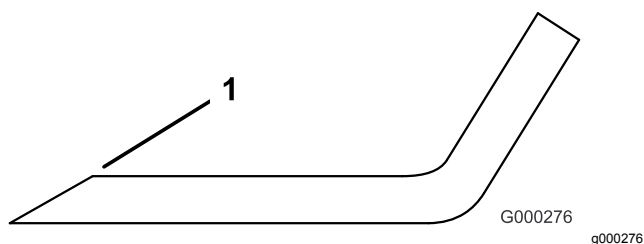

Figura 119
3. Inspeccione as extremidades de corte de todas as lâminas e afie-as se apresentarem sinais de desgaste ou ranhuras (Figura 119).
Nota: Afie apenas a zona superior da parte cortante e mantenha o ângulo de corte original para garantir um desempenho eficaz da lâmina (Figura 119). A lâmina manterá o equilíbrio se retirar a mesma quantidade de material de ambas as extremidades de corte.